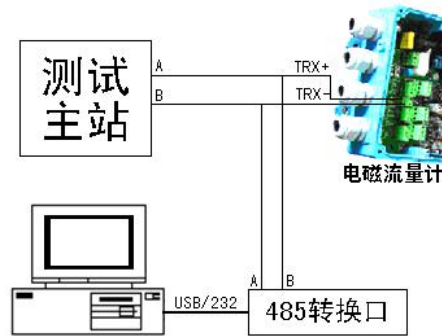

图 6-4 串口调试助手连接示例图
1. 将主站设备与流量计正确连接，再用 USB（或 232）转 485 口并联至系统中，如图 6-4 所示。